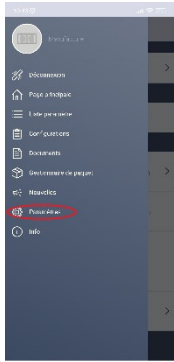
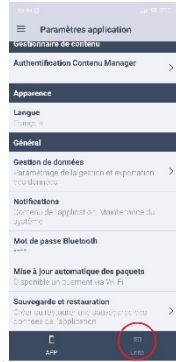

Fig.20
Fig.21
- Aller dans « Paramètres » (Fig. 20) puis « Unité » (Fig. 21)